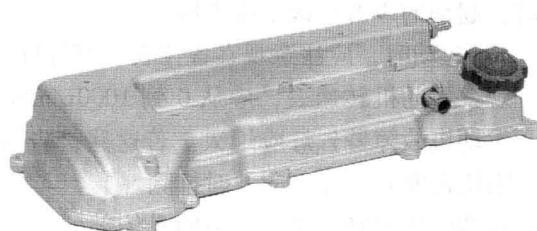

图 1-12 气门室盖的检查
- 2) 如图 1-12 所示，将气门室盖放在一个平面上，检查气门室盖与平面之间的间隙，检查气门室盖有无变形。如有变形，将会导致密封不严。